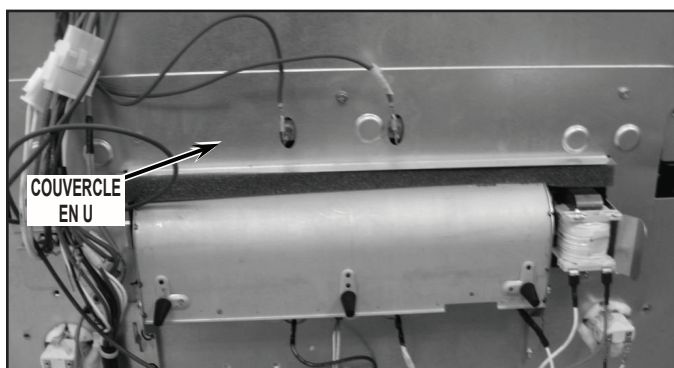

FIGURE 2
4. Débrancher le ventilateur du faisceau de câblage. Sur les fours doubles, également retirer le couvercle en U situé à proximité du ventilateur inférieur. Voir la *Figure 2*.